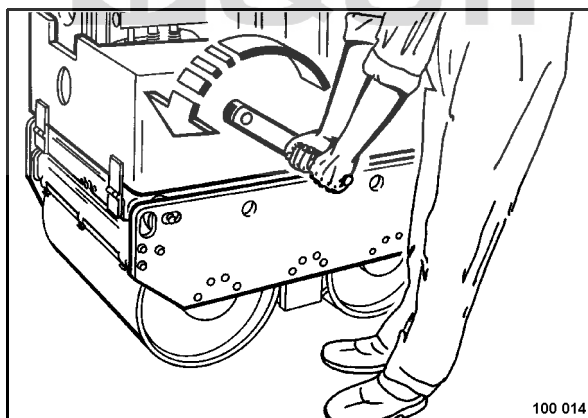

fig. 24
- Introduire la manivelle (fig. 24).